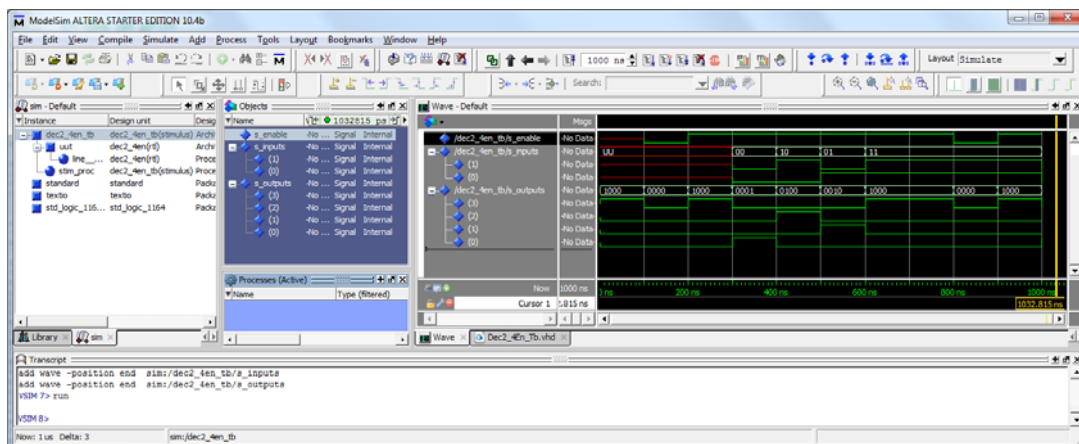

Figura 8 – Resultados de simulação do decodificador binário de 2→4 com *enable* “Dec2_4En.vhd” com a *testbench* “Dec2_4En_Tb.vhd”.
11. Execute a simulação, especificando previamente o tempo pretendido (e.g. 1000 ns tal como ilustrado na Figura 8) e premindo “Run”. A janela “Wave” deve ser atualizada à medida que a simulação progride. Analise os resultados e no final feche a aplicação “*ModelSim Intel FPGA Starter Edition*” e de seguida o projeto.